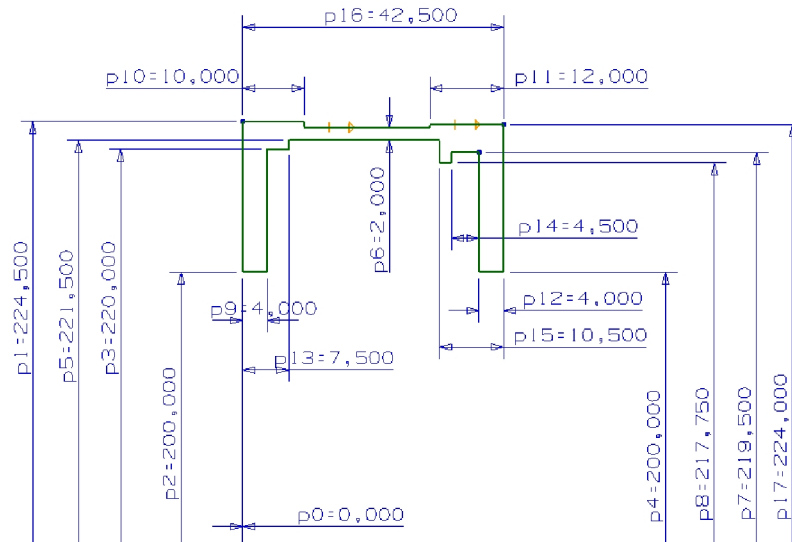

Рис. 64. Образмеренный эскиз промежуточного кольца
5. Расставьте размеры и взаимосвязи, определяющие геометрию меридионального сечения промежуточного кольца. Законченный эскиз должен выглядеть, как показано ниже (Рис. 64).